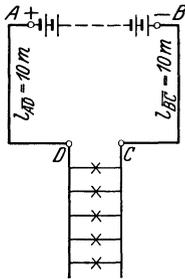

Abb. 20. Schaltung zu Aufgabe 81.
81. Fünf Elemente mit einer EMK von je $1,8 [1,9] \text{ V}$ und je $0,2 [0,19] \Omega$ innerem Widerstand sind hintereinandergeschaltet. In einer Entfernung von $10 [12] \text{ m}$ werden $4 [5]$ parallelgeschaltete Glühlampen von je $16 [20] \Omega$ Widerstand gebrannt. Die Verbindung wird durch die Kupferleitungen \overline{AD} und \overline{BC} hergestellt, deren Durchmesser $1,2 \text{ mm}$ beträgt. Abb. 20 zeigt die Schaltung.
Die Verbindung wird durch die Kupferleitungen \overline{AD} und \overline{BC} hergestellt, deren Durchmesser $1,2 \text{ mm}$ beträgt. Abb. 20 zeigt die Schaltung.